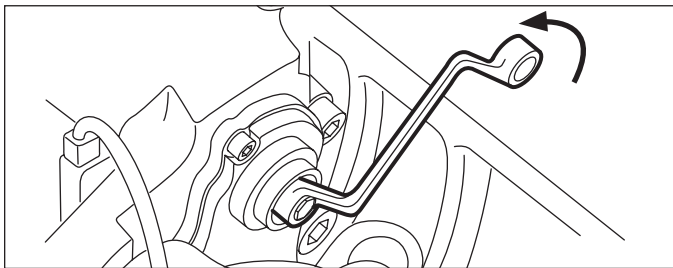

Figure 37 – Recul du régléur pour la dépose des plaquettes
5.2.8 Tourner le régléur dans le sens antihoraire avec une clé à œil 10 mm, six points de prise (cf. Figure 37) pour ménager un passage suffisant à la dépose des plaquettes. Chaque tour du régléur produit un cliquetis.
- 5.2.19 Avec le même outil, tourner l'adaptateur de cisaillement (61) **dans le sens antihoraire** pour faire revenir l'organe de réglage de 3 clics (augmentation du jeu fonctionnel). (Cf. Figure 37.)